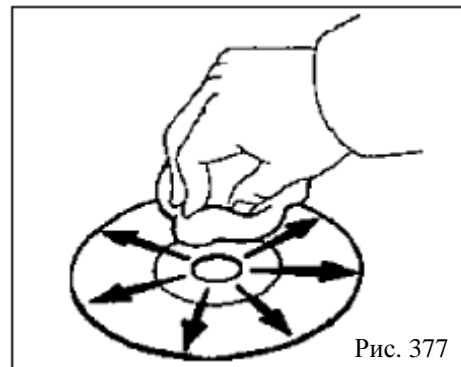

Рис. 377
(4) Очистка компакт диска
• Если компакт-диск грязный, для очистки поверхности воспользуйтесь мягкой тканью и очищайте компакт-диск радиальными движениями от центра.(рис. 377)